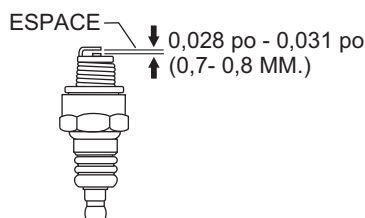

Figure 29. Espace de bougie d'allumage
1. Démontez et nettoyez la bougie d'allumage (Figure 29) avec une brosse métallique s'il faut la réutiliser. Mettez au rebut la bougie d'allumage si l'isolant est fissuré ou ébréché.